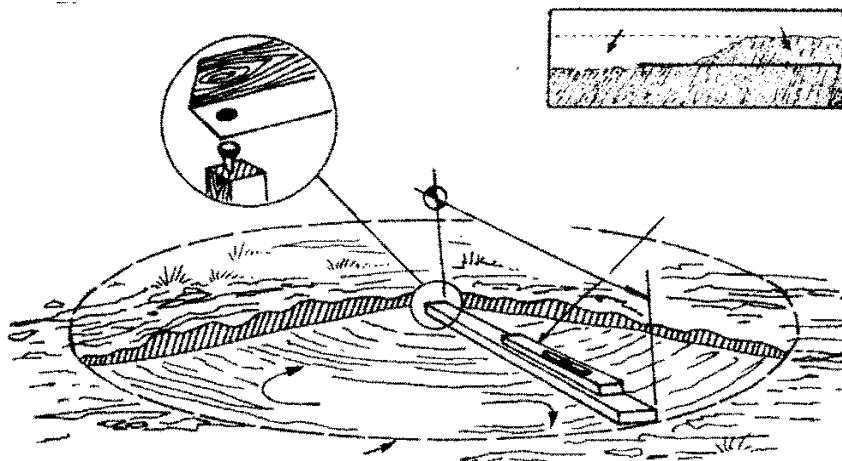

Abb. 3
- Befestigen Sie diese Latte mit einem Nagel auf dem Holzpflock in der Mitte des Aufstellungsplatzes. Auf diese Latte wird die Wasserwaage aufgelegt (Abb. 3).